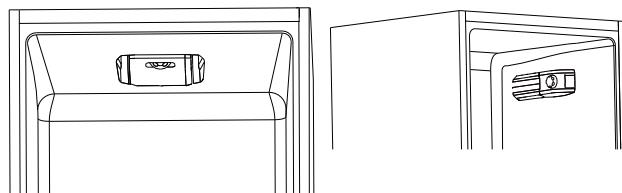

Fig.4
- El grupo termostato para el control del aparato se encuentra dentro de la celda frigorífica (fig. 4). Gire la perilla del termostato sacándola de la posición "0". Cuando la puerta del frigorífico está abierta, la luz permanece encendida.